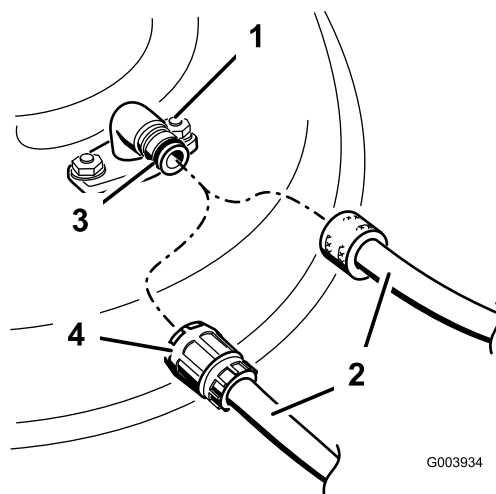

Figure 60
3. Branchez le raccord du tuyau d'arrosage à au raccord de lavage de la tondeuse et ouvrez l'eau en grand (Figure 60).